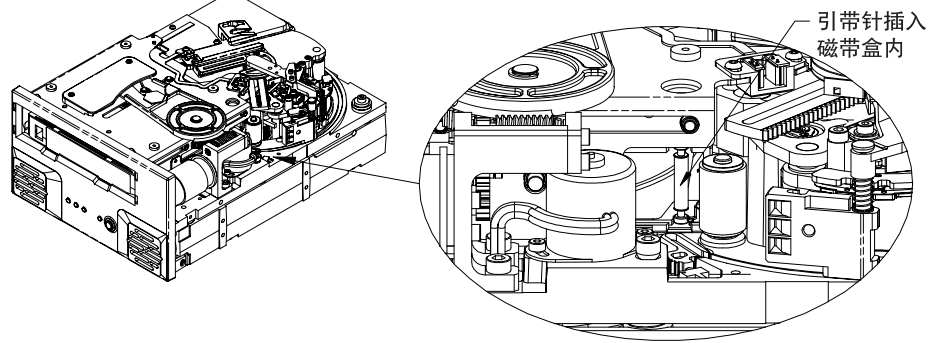

图 16. 在 Viper 200 驱动器中引带针已插入 LTO 盒式磁带（磁带尚未卷绕在卷轴上）
- 情况 1：盒式磁带已载入而且引带针已插入磁带盒（参见图 16）。执行第 36 页的步骤。
1. 检查并确保引带针仍插在磁带盒内，如图 16 所示。如果引带针已拔出磁带盒但仍位于磁带路径上，则请执行以下 **情况 2：盒式磁带已载入并定位，而且磁带已卷绕在卷轴上** 主题下说明的步骤。